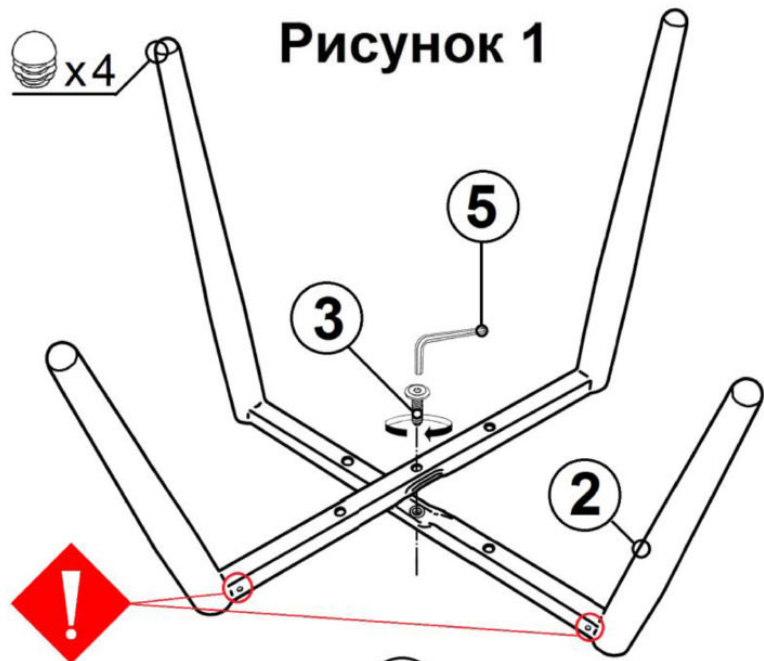
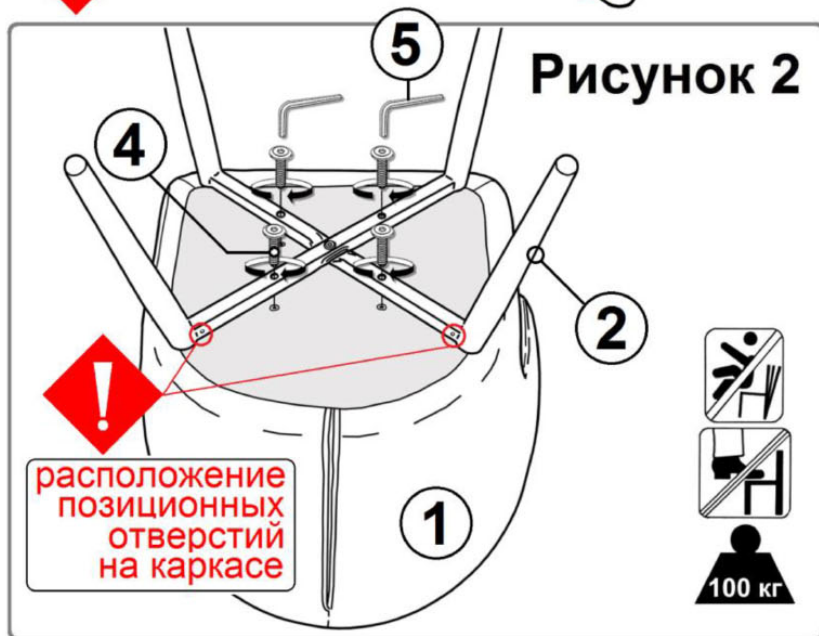

Рисунок 1
Рисунок 2
2. Собрать и закрепить Каркас (2) Винтом (3) с помощью Ключа (5), как показано на рисунке 1. Винт (3) сильно не затягивать.
Важно: Обратить внимание на расположение позиционных отверстий на Каркасе (2) (см. рисунок 1).
3. Перевернуть Сиденье (1) и расположить на плоскости стола.
4. Установить собранный Каркас (2) на нижнюю часть Сиденья (1) совместив крепежные отверстия в Сиденье (1) с крепежными отверстиями на Каркасе (2), как показано на рисунке 2.
Позиционные отверстия на Каркасе (2) должны быть расположены со стороны спинки (см. рисунок 2) !!!
5. Закрепить собранный Каркас (2) 4-мя винтами (4) с помощью Ключа (5), как показано на рисунке 2.